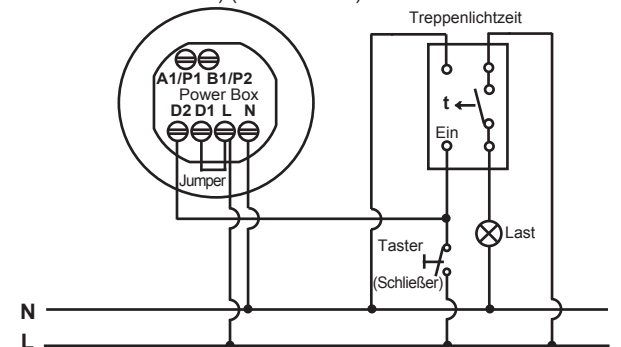

ABB. 5
- Ein Sensor steuert die Treppenlichtzeit (den Zeitregler auf $\frac{1}{2}$ L einstellen) (siehe ABB. 5).